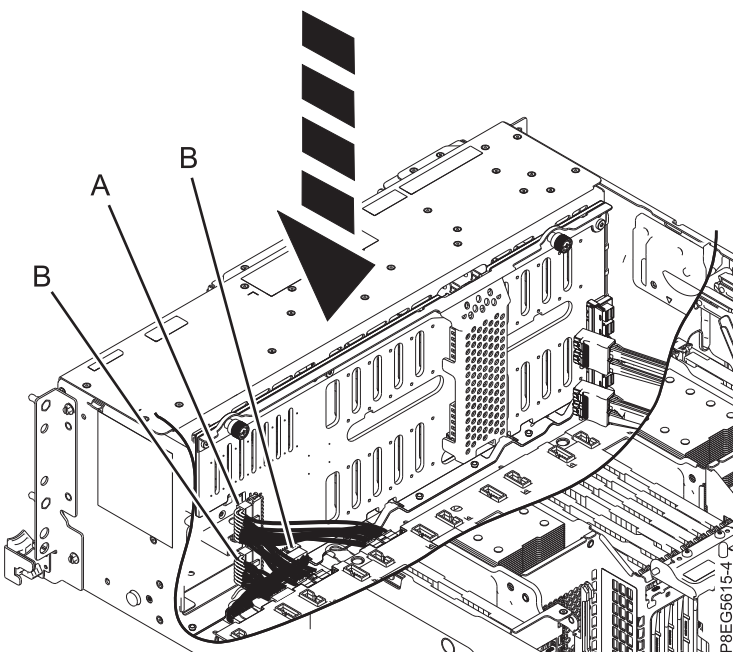

Abbildung 18. Erneutes Anschließen der Netzkabel, Signalkabel und Steuerkonsolenkabel an die Plattenlaufwerksrückwandplatine
5. Schließen Sie die Signalkabel und die Steuerkonsolenkabel (B) sowie das Y-Kabel (A) wieder an die Plattenlaufwerksrückwandplatine an (siehe Abb. 18).